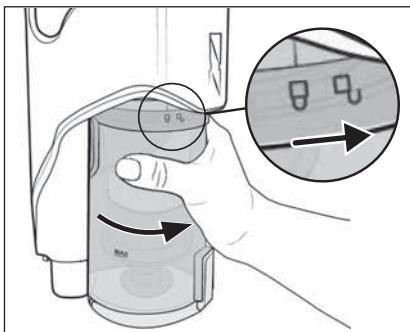

Fig. 23
- 8) Sæt støvbeholderen ⑥ ind i produktet igen, og drej den i retning af symbolet ⌂ (luk), indtil den sidder fast i produktet (se fig. 23).